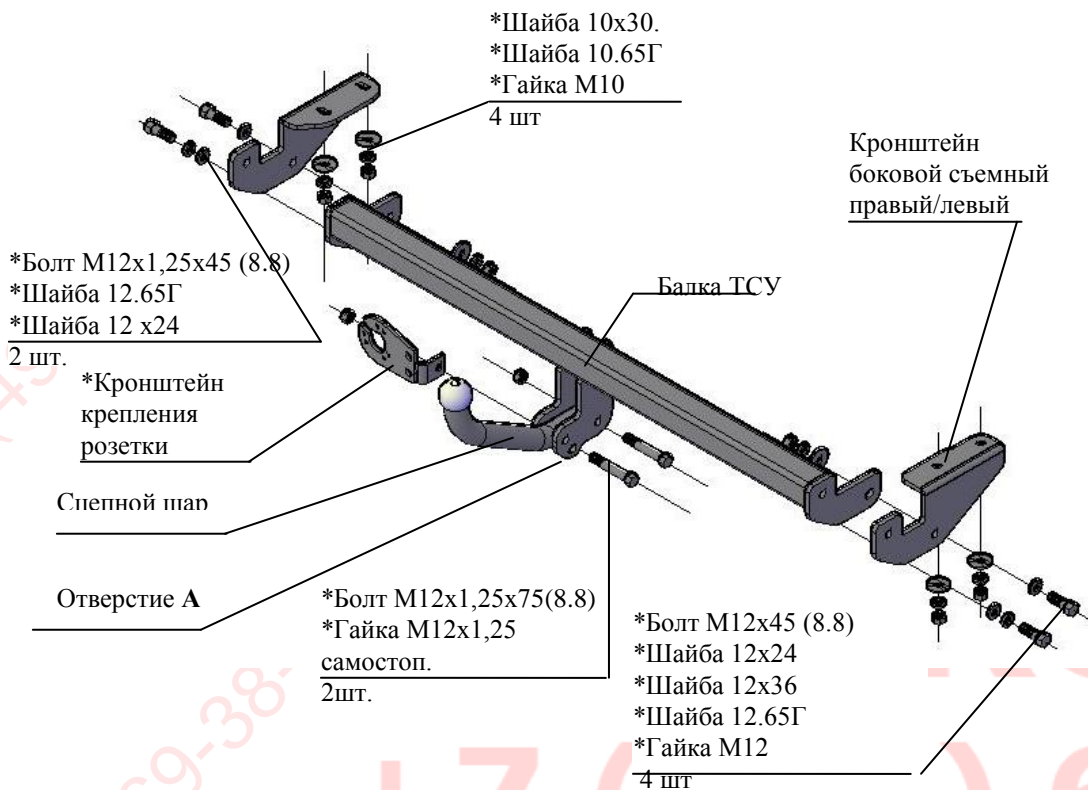

Рис.1 Тягово-цепное устройство 9520
2.1 ТСУ 9520 в сборе (рис.1)	1 шт.
2.2 Пакет с комплектующими (см. рис.1)	1 шт.
4.1 Закрепить боковые съемные кронштейны ТСУ (правый и левый соответственно рис.1) к нижним полкам лонжеронов а/м гайками М10 (используя болты штатные), под головки гаек подложить шайбы 10.65Г и шайбы 10х30. Крепеж не затягивать.